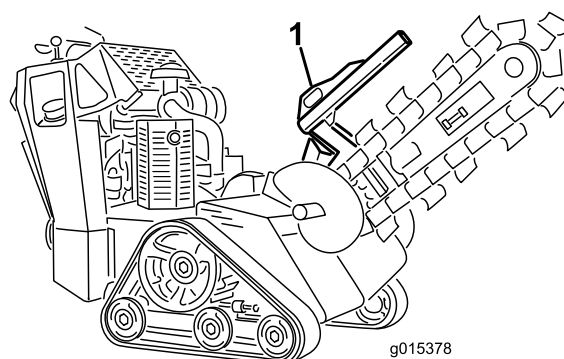
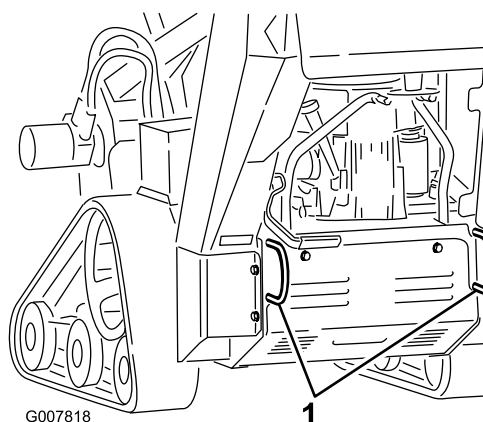

Figura 18
Figura 19
3. Amarre a máquina no reboque com correntes ou cintas, utilizando os pontos de içamento e amarração dispostos na dianteira e traseira da máquina (Figura 18 e Figura 19). Consulte a legislação local quanto às normas sobre reboques e amarração de cargas.
A máquina pode ser içada por meio das argolas de amarração/içamento (Figura 18 e Figura 19).